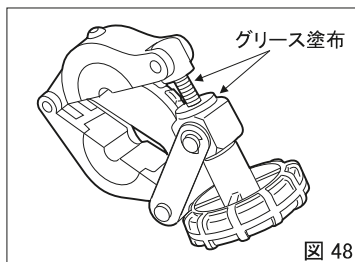

図 48
### (10) スリーサイズクランプセット (1/4、3/8、1/2) (図 48)
ノブの締め付けが固い場合は右図に示す箇所に油、グリース等を塗布してください(図48)。